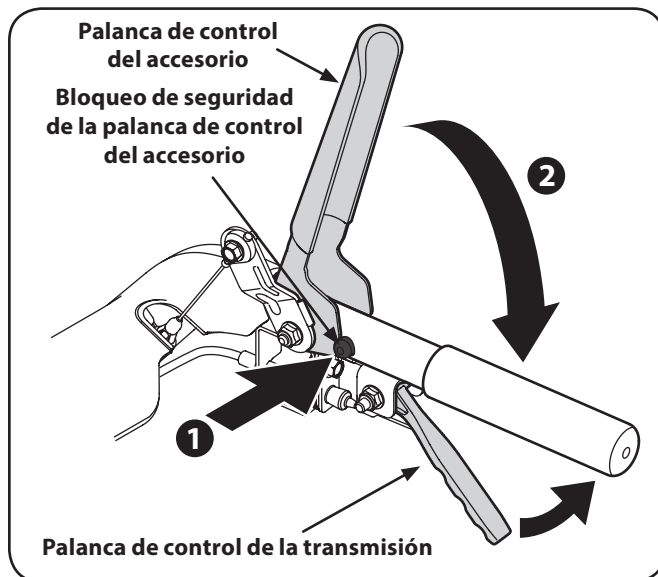

Figura 5-4
1. Para engranar las barrenas, oprima el botón de bloqueo de seguridad de la palanca de control del accesorio (1 en la Figura 5-4).
2. Oprima completamente la palanca de control del accesorio contra la manija superior (2). Para detener las barrenas, suelte la barra.